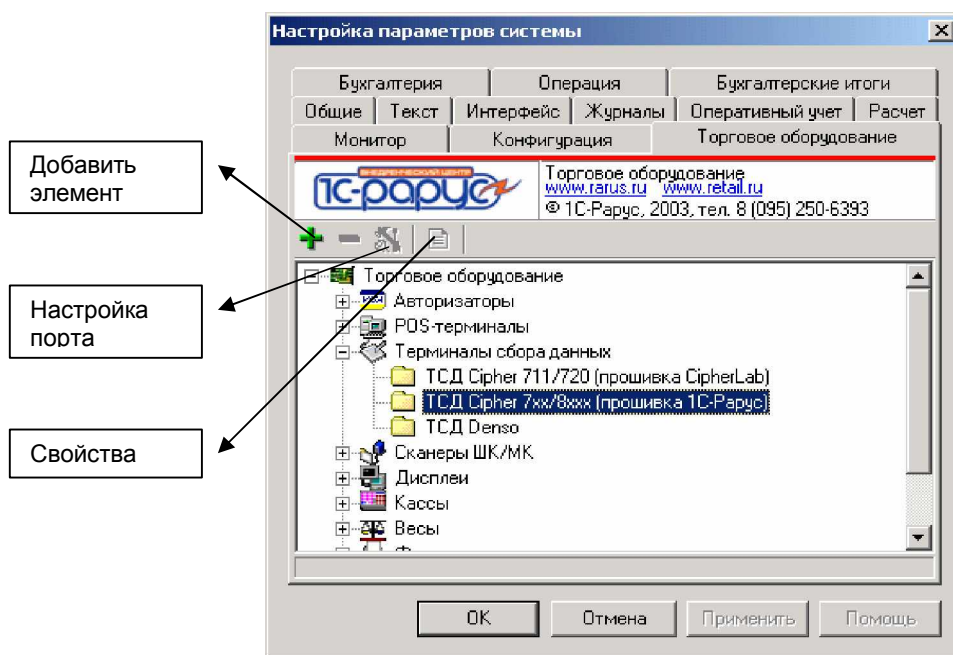
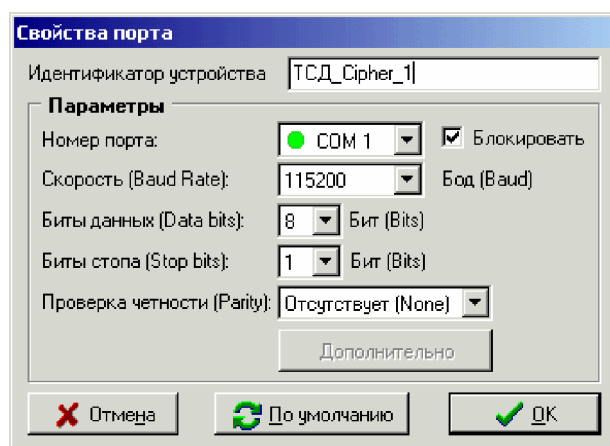

Рис. 5
Рис. 6
- 8 Откройте меню «Сервис» – «Параметры» – «Торговое оборудование». В дереве оборудования найдите ветку «Терминалы сбора данных» - «ТСД Cipher 7xx11/8xxx (прошивка 1С-Рарус)». Нажмите на крайнюю левую иконку вверху окна с изображением символа «+» (+ - рис. 5). Откроется окно настройки свойств порта нового элемента оборудования (рис. 6).
- 9 Настройте свойства порта в программе (Рис. 6):
- 12 Откройте страницу свойств терминала, щелкнув по крайней иконке справа (рис. 5) . Отвернется окно «Настройки ТСД» см. рис 7